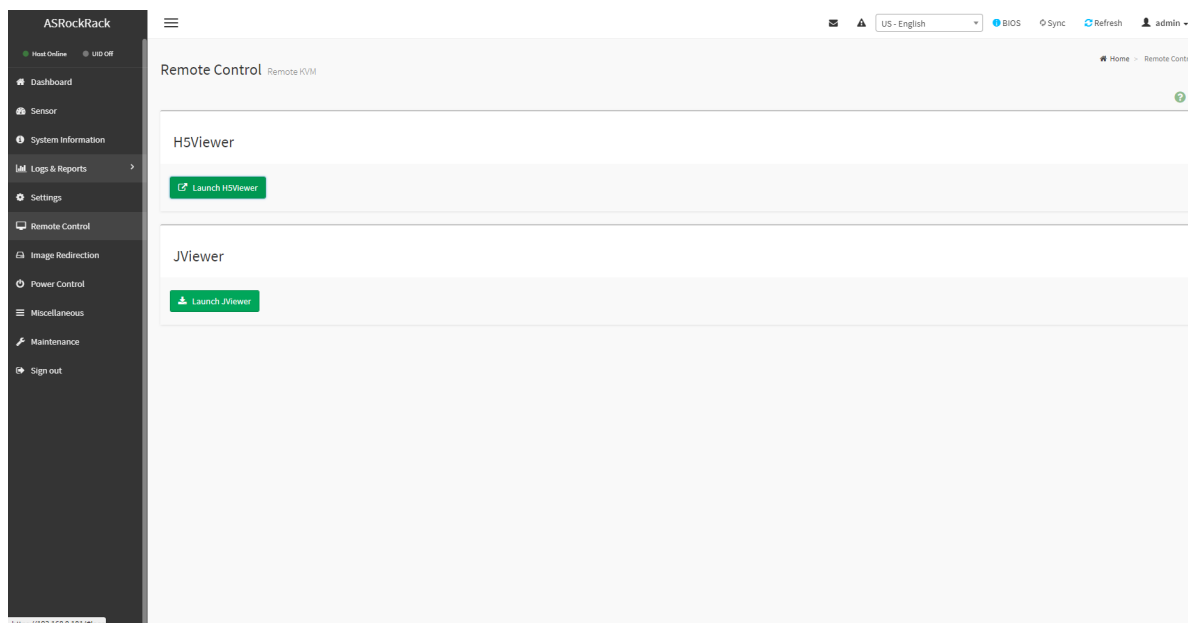

Рис. 84. Окно «Remote Control»
- 2) Пройдите во вкладку «Remote Control» в данной вкладке предоставляется две полезные службы удаленного управления с именами «H5Viewer» и «JViewer», которые позволяют пользователям удаленно управлять сервером через службу KVM, работающую либо в веб-интерфейсе HTML5, либо в интерфейсе Java Runtime Environment (JRE). Окно показано на рис. 84 Окно «Remote Control»